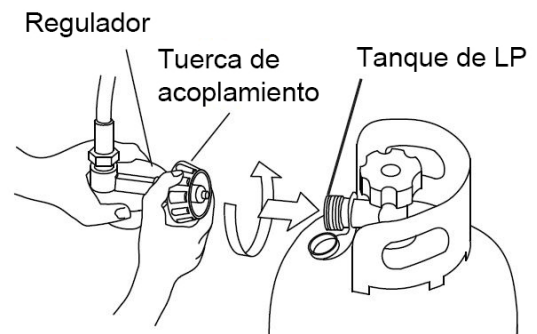

Figura 2
2. Para conectar el tanque de LP, inserte la unión del extremo del regulador en la válvula del tanque, gire la tuerca de acoplamiento hacia la derecha y apriete firmemente (vea la Figura 2).